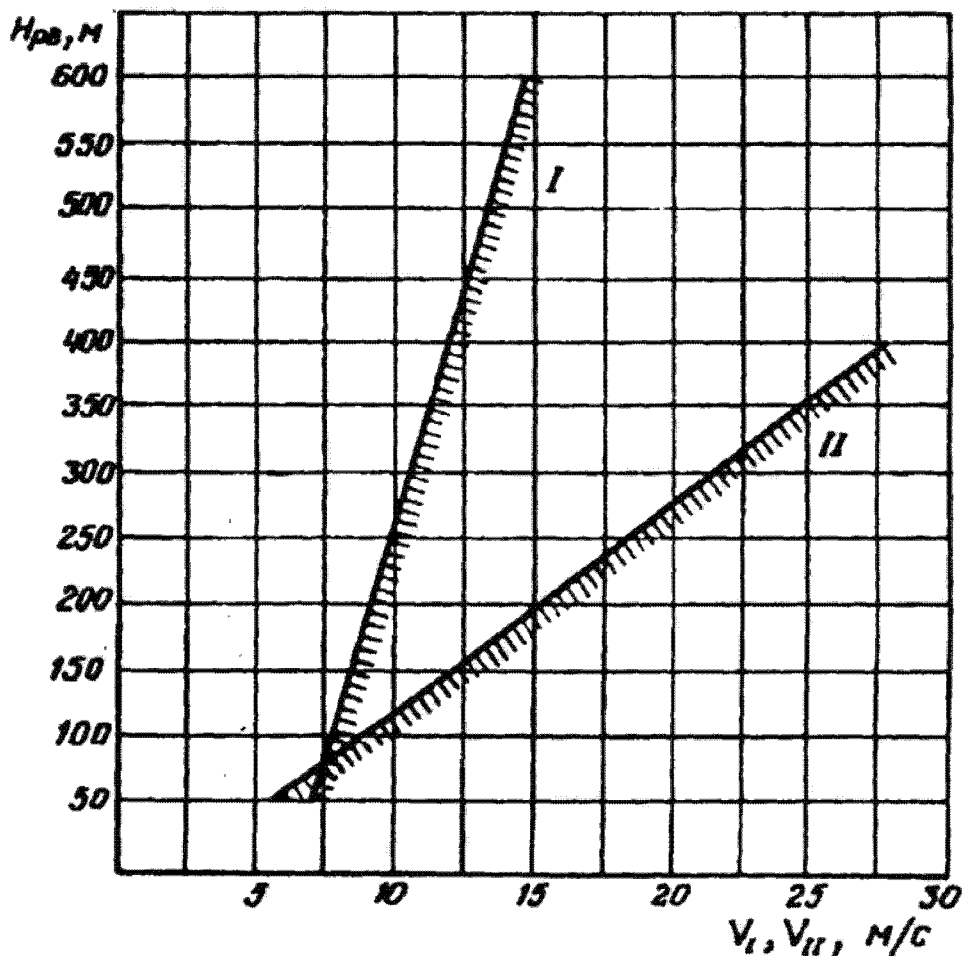

Рис. 7.34. Зоны включения сигнализации ССОС (I, II):
- в режиме снижения с высоты от 600 до 50 м, если бароинерциальная скорость снижения превышает значения, определяемые зависимостью I (рис. 7.34).